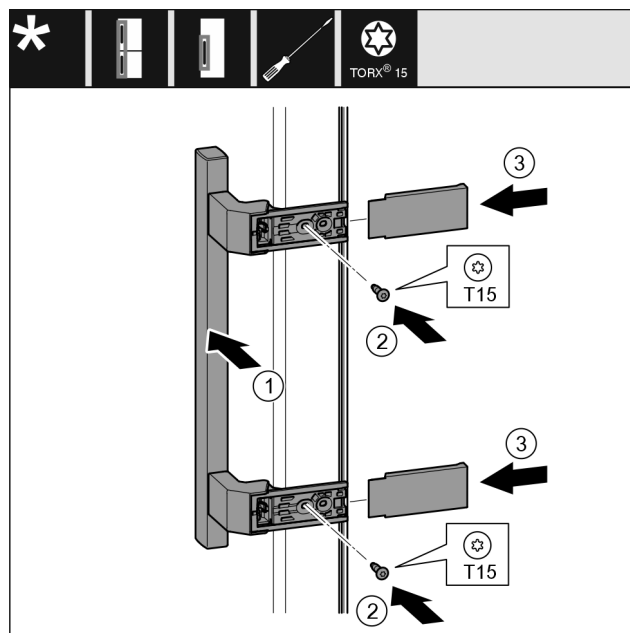

Fig. 55
- 将把手 Fig. 55 (1) 放到反面。
- 将螺钉 Fig. 55 (2) 用螺丝刀拧紧。
- 将盖板 Fig. 55 (3) 放置到侧面并插入。